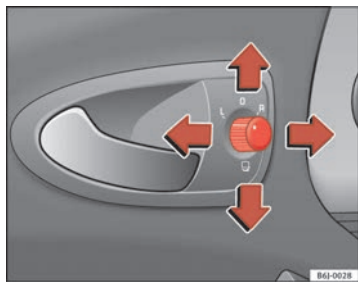

Abb. 64 Drehknopf für Außenspiegeleinstellung
1. Drehen Sie den Drehknopf  $\Rightarrow$  Abb. 64 in Stellung **L** (linker Außenspiegel).
- Drehen Sie den Drehknopf  $\Rightarrow$  Abb. 64 in Stellung , um die Außenspiegel anzuklappen. Sie sollten die Außenspiegel immer anklappen, wenn Sie eine automatische Waschanlage durchfahren, um Beschädigungen zu vermeiden.